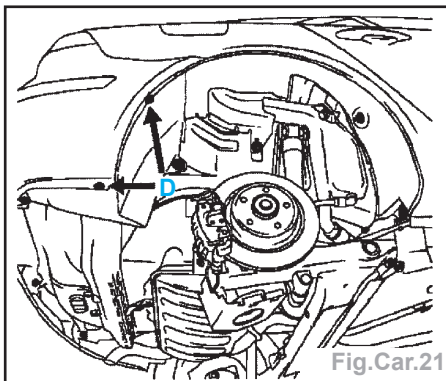

Fig.Car.21
- les deux vis latérales (D) (Fig.Car.21),